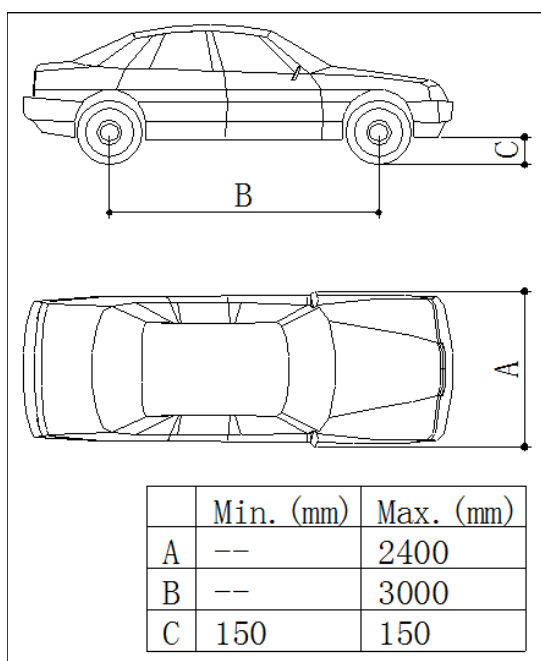

Fig. 8
Under lyft- och sänkrörelser ska operatören stå vid manöverplatsen enligt Fig. 8.
- ◆ Endast godkända fordon (Fig. 8 & 9) lyfts, utan att överskrida kapacitet och mått